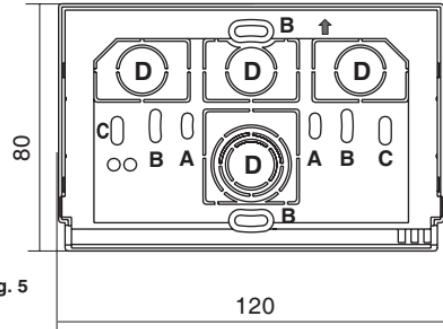

Fig. 5
- Fixer la base du chronothermostat au boîtier à encastrer (ou au mur), en utilisant les paires de trous adéquates (fig. 5) :
**Remarque :** fig.5, "D" = parties amovibles pour l'entrée des fils (seulement flexibles)